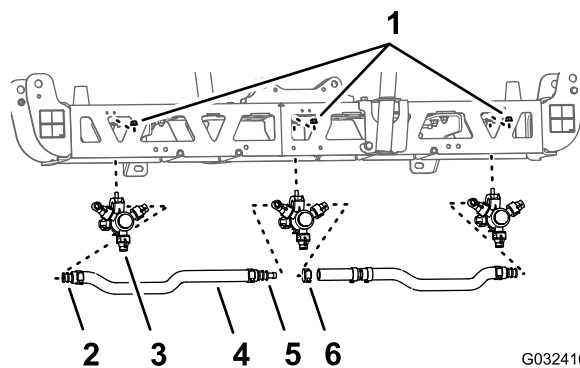
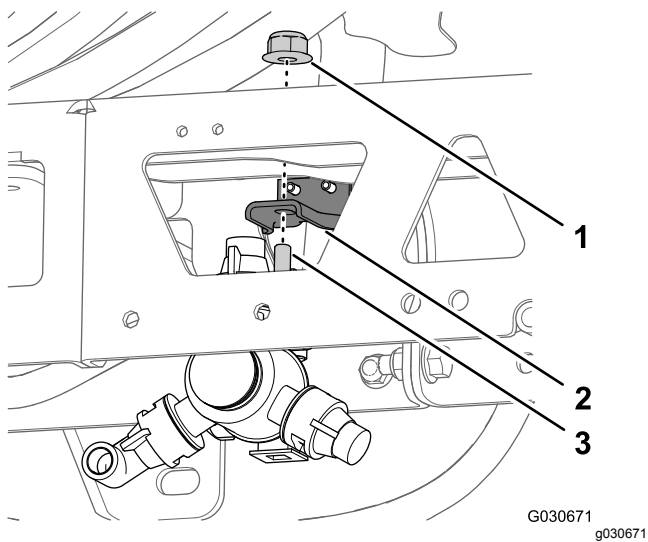

Figura 70
Figura 71
1. Na secção da rampa central, retire a porca de bloqueio flangeada que prende o bico do pulverizador à montagem do bico (Figura 70 e Figura 71).
3. Retire o bico da secção da rampa central (Figura 70 e Figura 71).
5. Retire os tubos (3/4 pol. de diâmetro interior), as hastes do tubo roscado, os grampos e a união em T roscada da secção da rampa central (Figura 70).